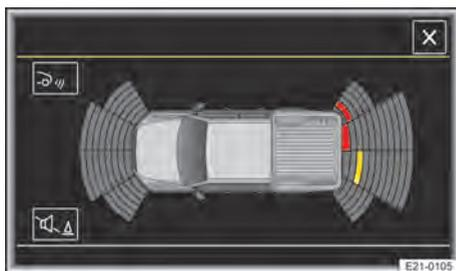

Fig. 107 No sistema Infotainment: detecção de obstáculos do auxílio ao estacionamento (representação esquemática).
O auxílio ao estacionamento emite o alerta por meio de segmentos coloridos na tela do sistema Infotainment e por sinais acústicos diante de um obstáculo → Fig. 107. Quanto mais o veículo se aproxima de um obstáculo, mais o segmento se aproxima do veículo representado: → ①.